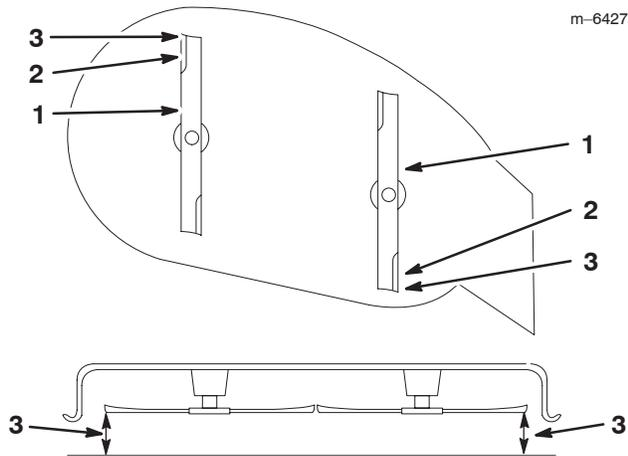

Figure 40
- Réglez la hauteur de coupe à la position **D** [76 mm (3 pouces)] et tournez les lames avec précaution dans le sens longitudinal (Fig. 40).
9. Mesurez la distance entre la pointe de la lame avant et la pointe de la lame arrière par rapport à la surface plane (Fig. 40). Si la pointe avant de la lame n'est pas de 1,6 à 7,9 mm (1/16–5/16 pouce) plus basse que la pointe arrière, réglez les contre-écrous avant.